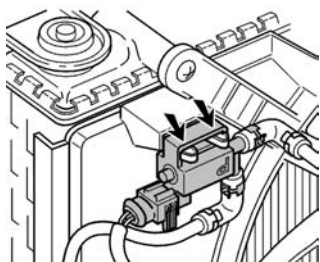

Fig. 1
- Soltar a válvula de impulsos do suporte (Fig. 1).